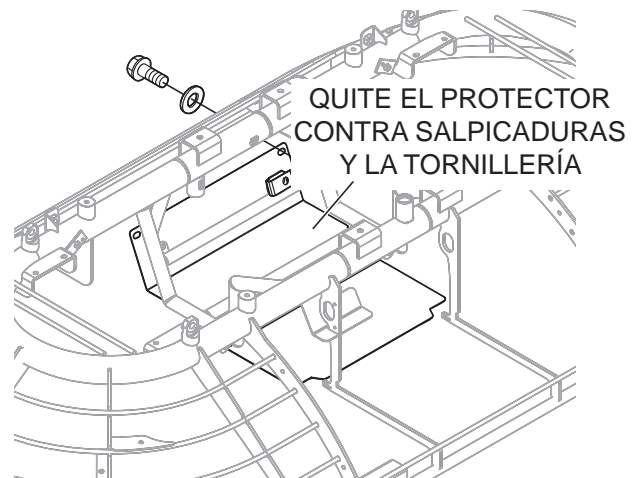

Figura 6. Quite el protector contra salpicaduras
1. Quite el protector contra salpicaduras y la tornillería del bastidor de la alisadora. Ponga en un lugar limpio y seguro. Vea la Figura 6